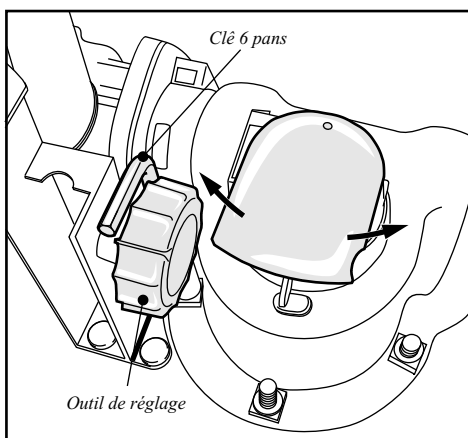

Figure 29 Mécanisme de débrayage manuel
1. Ouvrez le boîtier de l'unité de commande. Ouvrez le couvercle prioritaire anti-poussière comme le montre la Figure 29